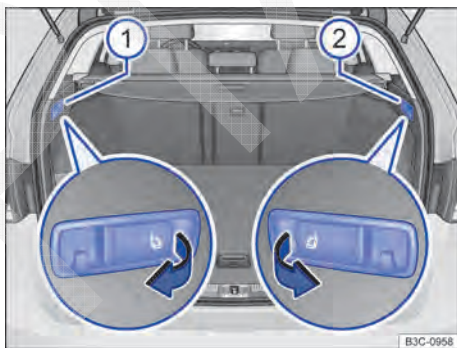

Fig. 111 No compartimento de bagagem: alavanca de destravamento à distância para a parte esquerda ① e para a parte direita ② do encosto do banco traseiro.
- Puxar a alavanca de destravamento à distância para o encosto do banco traseiro esquerdo ⇒ **Fig. 111 ①** e direito ② no sentido da seta. A parte destravável do encosto do banco traseiro é rebatida automaticamente para frente.